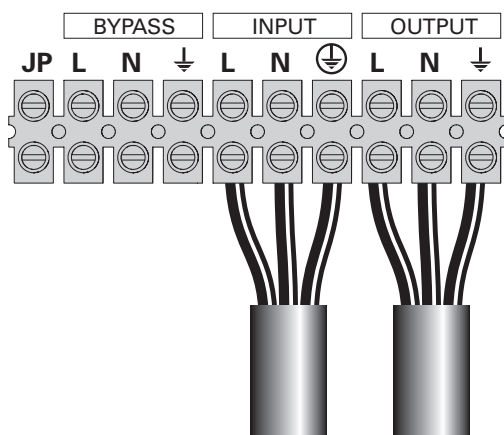

Figure 19.
- 1 - Enlevez le jumper (voir figure 19).